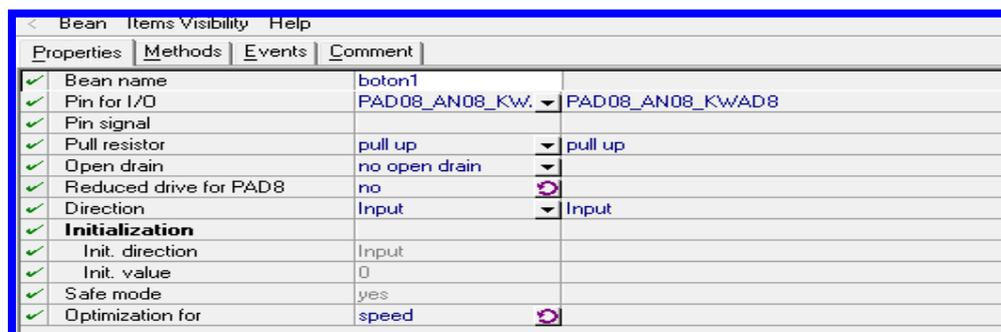

Figura 4.115 Configuración de botón PAD\_08\_AN08\_KWAD8.
8.- Configuración de los Bean de entrada (Botón). Esta se realizará utilizando el puerto AD con los pines 8 al 11. Se muestra en la Figura 4.115.